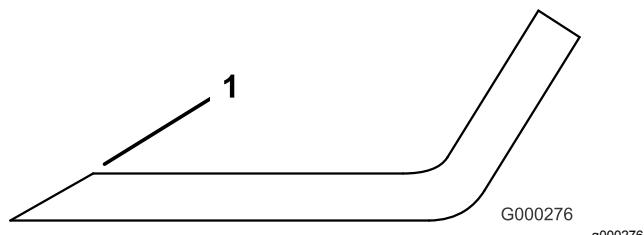

Figura 26
3. Inspeccione los filos de corte de todas las cuchillas, y afilelos si est n romos o tienen mellas (Figura 26).
Nota: Afile \'unicamente la parte superior del filo y mantenga el \'ngulo de corte original para asegurar un filo correcto (Figura 26). La cuchilla permanece equilibrada si se retira la misma cantidad de material de ambos filos de corte.